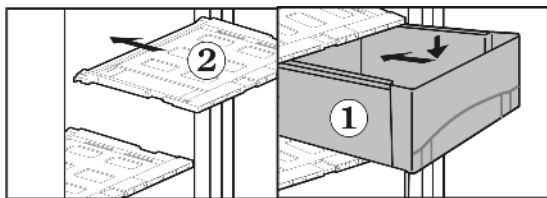

Fig. 7
- ▶ Установите крышку выдвижного ящика Fig. 7 (2): поперечные ребра крышки выдвижного ящика вставьте снизу в задние направляющие, защелкните спереди фиксатор в направляющей.
- ▶ Выдвижные ящики Fig. 7 (1) установите на направляющие и вдвиньте полностью до ясно слышимого защелкивания.